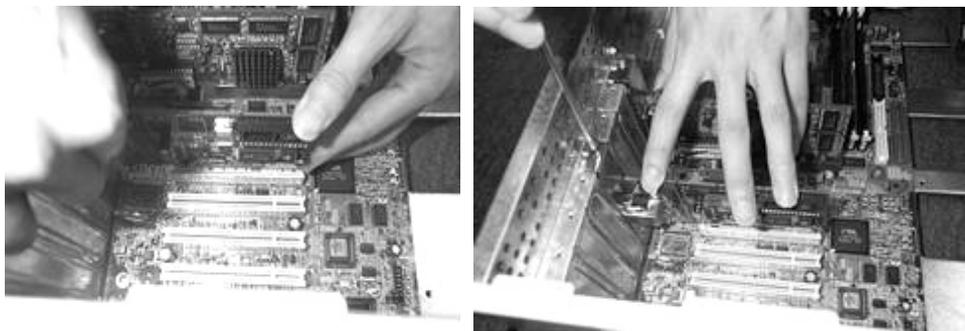

图 2-23 安装声卡
- ① 将声卡插入到主板的 PCI 插槽内。
- ② 拧紧螺丝，如图 2-23 所示。